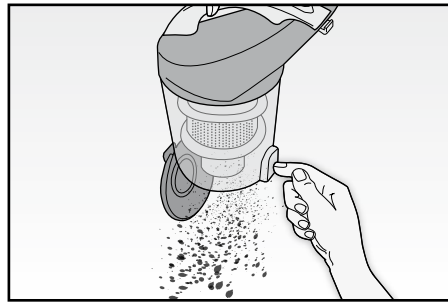

Fig. 7
- Svuotare il contenitore della polvere (A), aprendo il coperchio mediante il relativo pulsante di sgancio (Fig. 7).